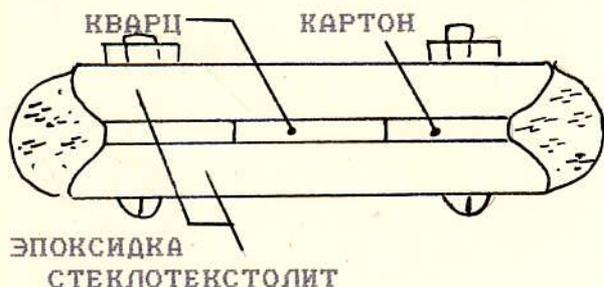

РИС. 11.
6. ПОСЛЕ ПОДТИРКИ КВАРЦА ДО НЕОБХОДИМОЙ ЧАСТОТЫ И УСТАНОВКИ ЕГО В КВАРЦОДЕРЖАТЕЛЬ, СДЕЛАТЬ ПРОПИЛЫ ПО БОКАМ КВАРЦОДЕРЖАТЕЛЯ НАДФИЛЕМ И ЗАМАЗАТЬ ЭПОКСИДНОЙ ЗАМАЗКОЙ (РИС.11).